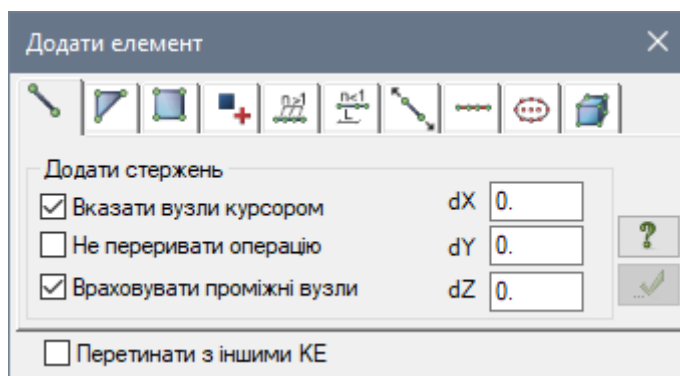

Рис. 10.6. Діалогове вікно Додати елемент
- Відкрийте діалогове вікно **Додати елемент** (рис. 10.6) натисніть на кнопку  – **Додати елемент** (панель **Створення** на вкладці **Створення та редагування**).